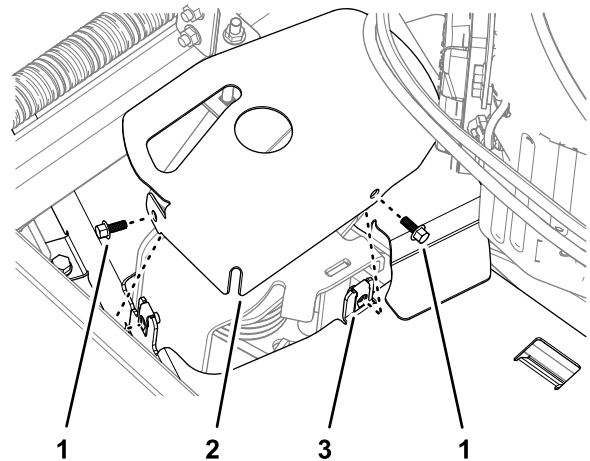

Bild 5
1. Entfernen Sie die beiden Bundkopfschrauben, mit denen die Spannerabdeckung an der linken Riemenabdeckung befestigt ist, und entfernen Sie die Spannerabdeckung (**Bild 5**).